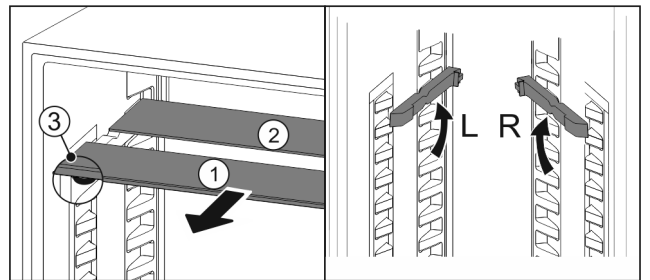

Fig. 56
- Sortir les tablettes par l'avant *Fig. 56 (1)*.
- La tablette en verre *Fig. 56 (1)* avec bordure décorative est située à l'avant.
- Les butées *Fig. 56 (3)* sont orientées vers le bas.